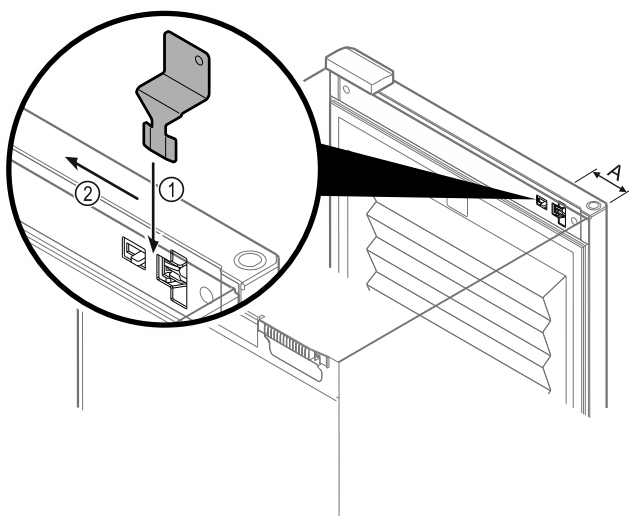

Fig. 218
- ▶ Umieścić klucz odblokowania awaryjnego w określonym miejscu Fig. 218 (A) ≈ 100 mm.
- ▶ Włożyć klucz odblokowania awaryjnego pomiędzy drzwi i korpus urządzenia od góry do oporu Fig. 218 (1).
- ▶ Pociągnąć klucz odblokowania awaryjnego w kierunku zawiasu Fig. 218 (2).